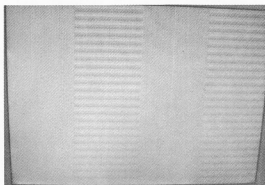

图 5-87 测试中
(4) 按 1 继续, 启动下一个版本的 R3memid.exe, 这次可以测试了, 如图 5-87 所示。